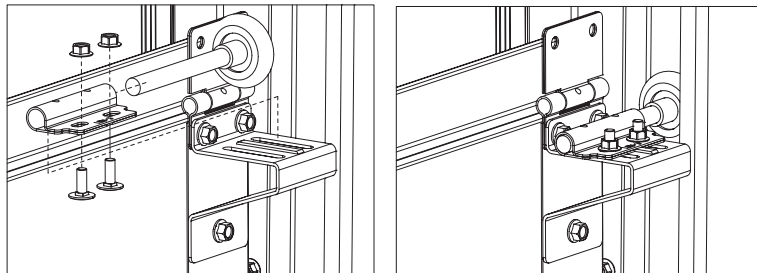

Рис.27.2
- 5) завести ролик в профиль горизонтальной направляющей и закрепить роликовую накладку к боковому кронштейну при помощи двух болтов М6х16 с полукруглой головкой и гаек с буртиком (рис.27.2).